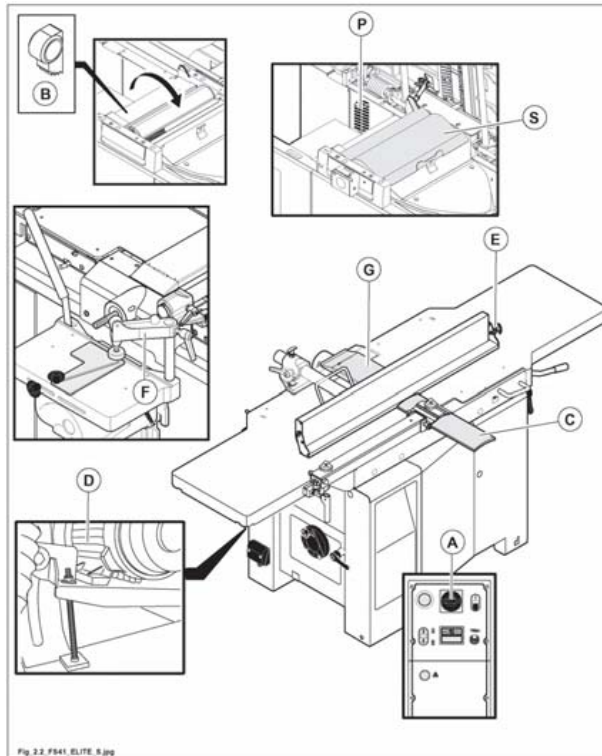

Fig. 2.2
- 2.2 Disposizione e descrizione dei dispositivi di sicurezza (Fig. 2.2) 4
2.2 DISPOSIZIONE E DESCRIZIONE DEI DISPOSITIVI DI SICUREZZA (FIG. 2.2)
C - Protezione a ponte per albero pialla (C fig. 2.2).
E - Guida aggiunta ribaltabile (E fig. 2.2), .
F - Braccio stringipezzo (F fig. 2.2) (con  cavatrice).
G - Protezione posteriore per albero pialla (G fig. 2.2).